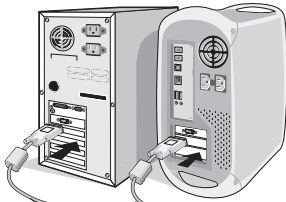

Figura A.1
2. **Para utilizar con PC o MAC con salida digital DVI:** Conecte el cable de señal DVI al conector de la tarjeta de visualización de su sistema (Figura A.1). Ajuste todos los tornillos.